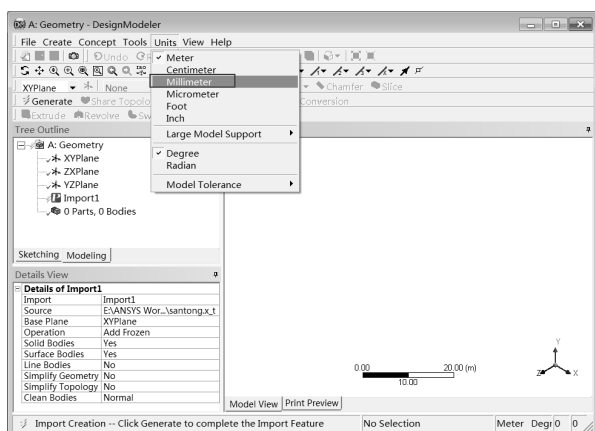

图 17-6 启动 DesignModeler
Step3: 双击项目 A 中的 A2 栏, 此时会启动如图 17-6 所示的 DesignModeler 平台, 设置单位为 mm, 关闭“单位设置”对话框。